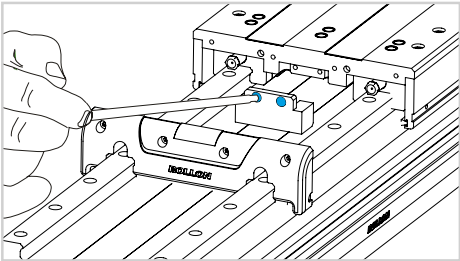

Fig. 3
- 2) Démontez le bloc intérieur des deux côtés du chariot (Fig.3).